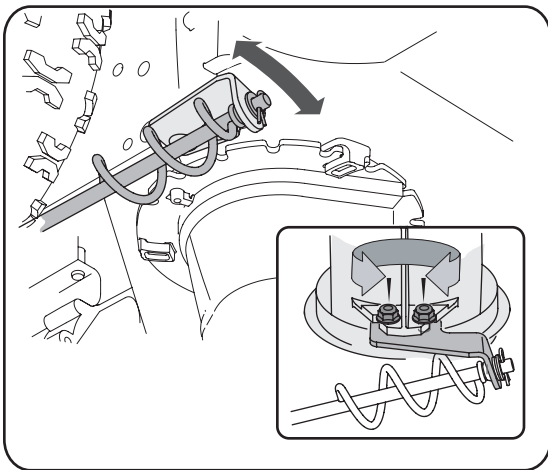

Figure 19
- Débranchez la manivelle de la goulotte à la goulotte en retirant la goupille fendue et la rondelle plate. Voir la Figure 19.
1. Desserrez les deux écrous qui maintiennent le support de la goulotte et ajustez légèrement la position de celui-ci. Voir la Figure 19.